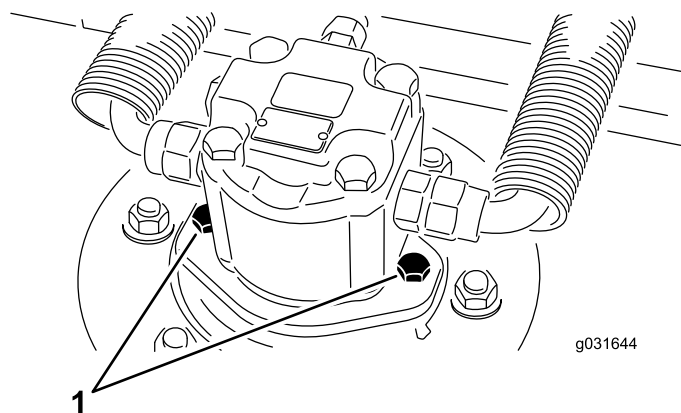

図 66
- 油圧モータ取り付けねじを外して、デッキから油圧モータを外す **図 66**。
- 油圧モータ取り付けねじで、デッキに油圧モータを取り付ける **図 66**。